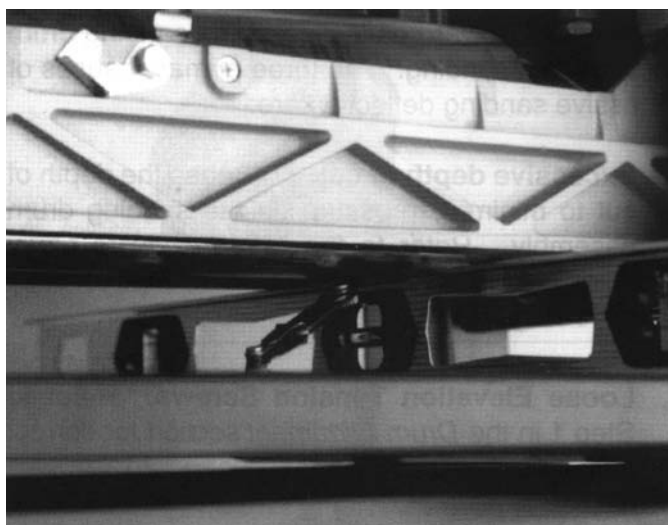

Figure 10
2. Vérifier l'alignement du tambour de ponçage sur la table du convoyeur, en retirant tout d'abord la bande abrasive du tambour. Le but de ce réglage est de se trouver à équidistance du point A et du point B, ce qui garantit le parallélisme du tambour à la table d'alimentation, ainsi qu'un ponçage uniforme (voir figures 10 et 11).